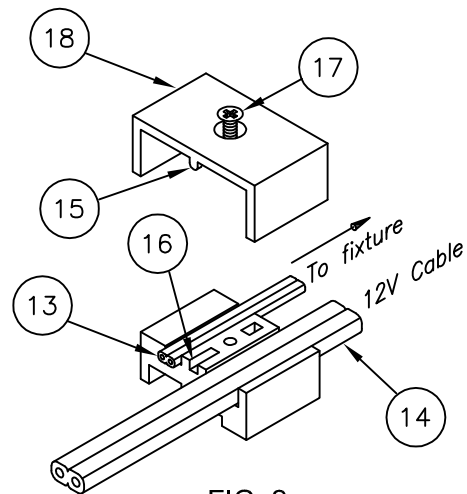

FIG. 2
6.- Place Cage Assembly (8) and Roof (9) over Nipple (10) and secure in place with Knob (11). (FINGER TIGHTEN ONLY)
7.- Connect Fixture Wire (13) to selected 10 or 12 Ga. Cable (14) with the Wire Connector Assembly (18) provided with fixture.
8.- Press 10 Ga. cable into slot marked 10 Ga. Press 12 Ga. cable into slot marked 12 Ga. Lay the 18 Ga. Wire into slot marked 18 Ga. (Fig. 2)
9.- Assemble the Wire Connector (18) by aligning the Tab (15) of the contact half of the connector with the Notch (16) in the wired half of the connector. (Fig. 2)
10.- Compress the two halves by securely tightening the Thread Cutting Screw (17), forcing the contacts into the wires. (Fig. 2)
6.- Coloque el ensamblaje del armazón (8) y la cubierta (9) sobre la boquilla roscada (10) y asegúrelos en su posición con la perilla (11). (AJUSTE CON LOS DEDOS SOLAMENTE)
7.- Conecte el alambre del aparato de luz (9) al cable de 10 o 12 Ga seleccionado (10) usando el conector de alambres (6) provisto con el aparato de luz.
8.- Introduzca el cable de 10 Ga. en la ranura indicada 10 Ga. Introduzca el cable de 12 Ga. en la ranura indicada 12 Ga. Coloque el alambre de 18 Ga. en la ranura indicada 18 Ga. (Fig. 2) **Precaución:** Los alambres deben quedar planos en la ranura.
9.- Ensamble el conector de alambres (6) alineando la lengüeta (11) de la mitad del conector que hace conexiones con la muesca (12) en la mitad del conector que contiene alambres. (Fig. 2)
10.- Comprima las dos mitades ajustando firmemente el tornillo cortante (13), forzando los contactos en los alambres. (Fig. 2)
6.- Placez l'armature (8) et le toit (9) sur la tige filetée (10) et serrez en place à l'aide de la boule (11). (SERREZ UNIQUEMENT AVEC LES DOIGTS)
7.- Reliez le fil du dispositif d'éclairage (13) au câble sélectionné de 10 ou 12 Ga. (14) à l'aide du connecteur de fils (18) fourni avec le dispositif d'éclairage.
8.- Introduisez le câble de 10 Ga. dans la rainure indiquée 10 Ga. Introduisez le câble de 12 Ga. dans la rainure indiquée 12 Ga. Placez le fil de 18 Ga. dans la rainure indiquée 18 Ga. (Fig. 2) **Mise en Garde:** Les fils doivent reposer à plat dans la rainure.
9.- Assemblez le raccord (18) alignant la languette (15) de la moitié du raccord pour connexions avec le cran (16) dans la moitié du raccord munie de fils. (Fig. 2)
10.- Appuyez sur les deux moitiés en vissant à fond l'écrou de perçage (17), forçant que les contacts pénètrent les fils. (Fig. 2)